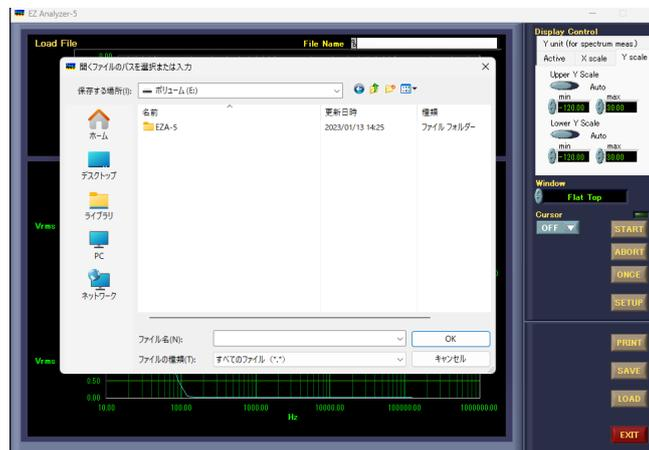

図 5-1
(1)測定が終了したら、メイン画面の「SAVE」ボタンを選択します。ファイルの選択ダイアログが表示されます。ここでは例としてデータを保存するために予め「E」ドライブに「EZA-5」フォルダを作成しておきました(図 5-1)。